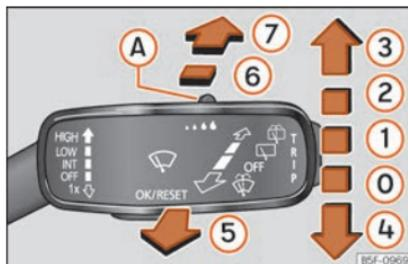

Fig. 140 La palanca del limpiacristales.
- Si sólo desea limpiar el parabrisas **brevemente** desplace la palanca hacia abajo hasta la posición **4** » fig. 140.
- Mueva la palanca hacia arriba hasta la posición **1** » fig. 140.
- Mueva la palanca hacia arriba hasta la posición **2** » fig. 140.
- Mueva la palanca hacia arriba hasta la posición **3** » fig. 140.
- Tire de la palanca hacia el volante, posición **5** » fig. 140, el lavaparabrisas y los limpiaparabrisas funcionan.
- Presione la palanca hacia delante hasta la posición **6** » fig. 140, el limpiacristales acciona en intervalos de 6 segundos.
- Presione la palanca completamente hacia delante hasta la posición ⑦ » fig. 140, el limpiacristales y el lavaluneta funcionan simultáneamente.
- Suelte la palanca. El lavaluneta deja de funcionar, mientras que el limpiacristales sigue funcionando durante 1-3 barridos (dependiendo del tiempo del funcionamiento del ejector). **Al soltarse, la palanca se queda en la posición ⑥.**
- Mueva la palanca hasta la posición ① » fig. 140.
Si están encendidas las luces de cruce o de carretera y mueve la palanca a la posición ⑤ » fig. 140, se accionan brevemente los lavafaros. Los lavafaros se accionan también cada 10 veces que se accione el lavaparabrisas.